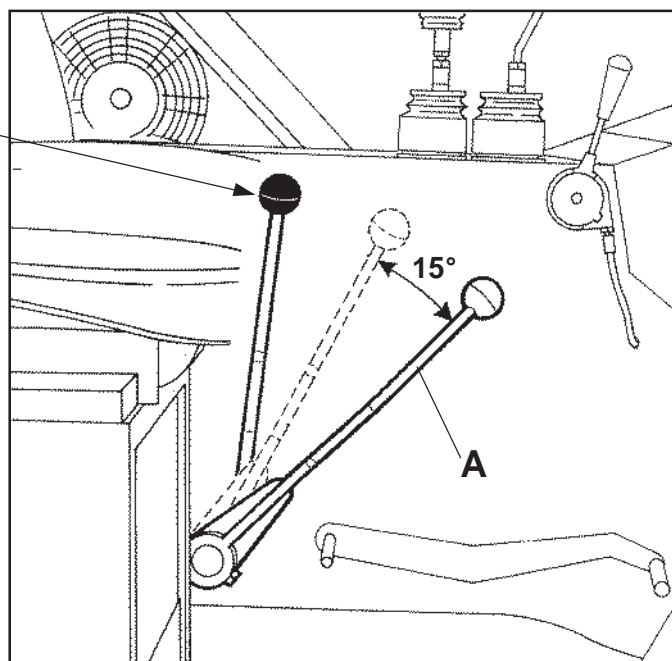

FIG. 3
**IMPORTANT:** Contrôler que le levier, tombé après le débrayage, tombe librement par effet de son poids vers le bas (Pos. A - Fig. 3) d'environ 15 degrés. Dans le cas contraire, contrôler et graisser comme décrit à la page 43 (Fig. 23).
**BELANGRIJK:** Kontroleren of de hendel op het moment dat hij ontkoppeld wordt een vrij veld beschrijft van ca. 15° als hij door zijn gewicht naar beneden valt (stand A - Fig. 3): Zo niet dan controleren en invetten als beschreven op pag. 43 (Fig. 23).